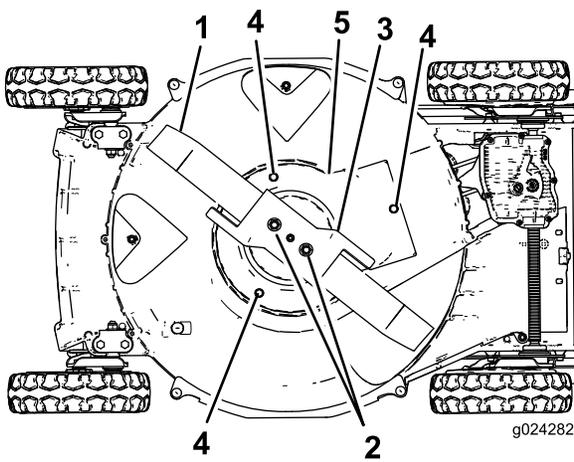

Figure 39
6. Retirez les 2 écrous de lame, l'accélérateur et la lame (Figure 39).
7. Retirez les vis qui fixent la protection du débrayage du frein de lame au carter du plateau de coupe (Figure 39).